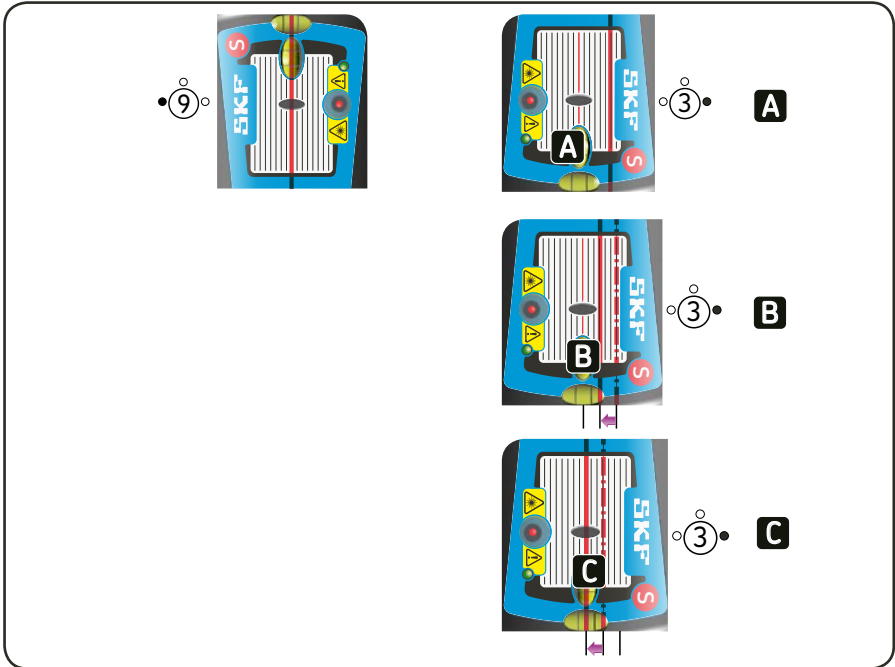

Fig. 11. Grovupprikning
- d) Om den horisontella upprikningen är mycket dålig, kan laserlinjerna hamna utanför detektorernas mätyta. Om detta sker måste först en grovjustering av upprikningen utföras. Detta sker genom att man riktar laserlinjerna mot positionsdetektorerna i läget klockan 9. Vrid mäthenheterna till läget klockan 3 där linjerna kommer att hamna utanför detektorernas mål. Ställ in linjerna i ett läge halvvägs mellan detektorns mitt och det verkliga läget med hjälp av justeringsmekanismen, se fig. 11. Rikta den rörliga maskinen tills linjerna träffar centrum av positionsdetektorn.